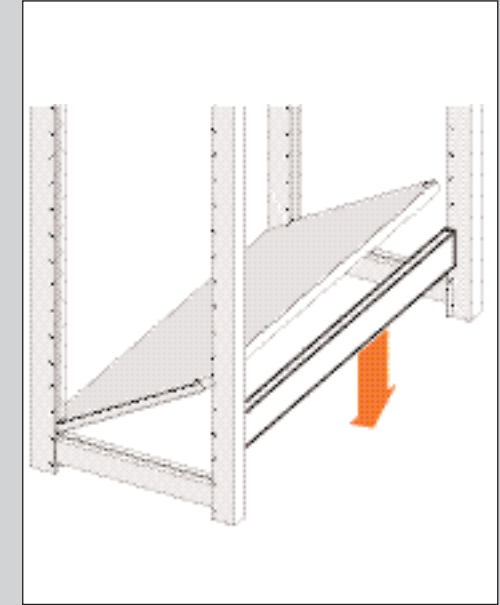

ABBILDUNG 47
4. Schieben Sie die Leiste von oben über die Halterungen (siehe Abb. 47). Achten Sie auf die lackierte Seite.